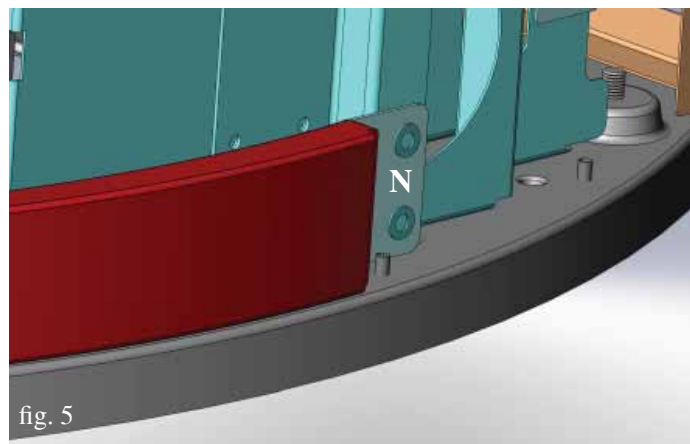
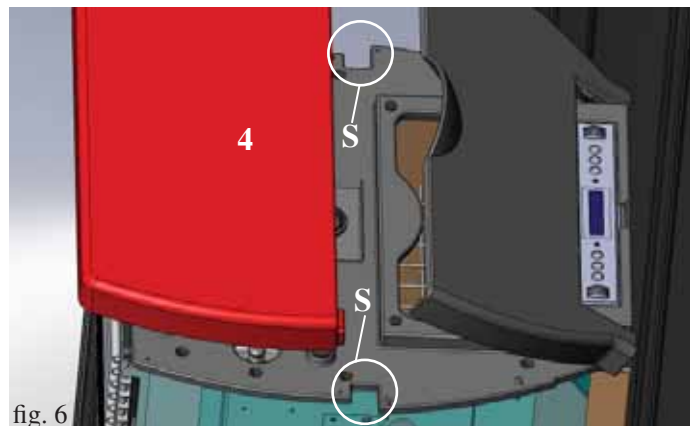

fig. 5
fig. 6
- Fissare le ceramiche con le piastrine applicate, alla struttura della stufa utilizzando le viti e le rondelle in dotazione negli appositi fori (fig. 5).
- Rimontare i due fianchi posteriori in alluminio (5).
- Posizionare il top in ceramica (4) nelle apposite scanalature (S - fig. 6).
NB: Nella versione con rivestimento in lamiera, la stufa viene fornita già assemblata, tranne il top in ceramica che deve essere posizionato nelle apposite scanalature (S - fig. 6).